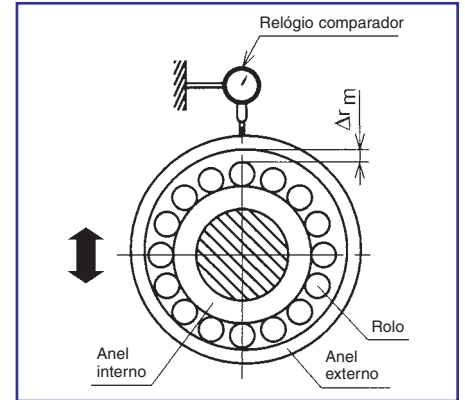

Fig. 6
4. Empurre o anel externo para cima e para baixo e verifique a folga radial entre o anel externo e os elementos rolantes (*1). Repita os passos 3 e 4 até obter um valor para folga radial próximo de 0,005 mm (*2) (fig. 6).